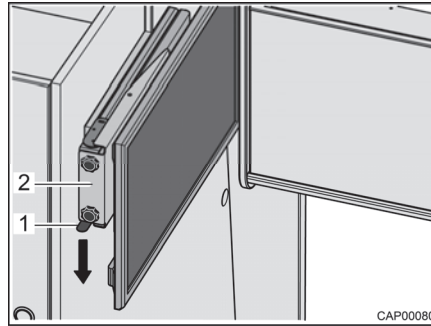

Fig. 38 Dispositivo de extracción con pantalla plana
- Presionar el resorte de cierre (Fig. 38,1) hacia abajo y extraer el dispositivo de extracción (Fig. 38,2) con pantalla plana horizontalmente hacia el centro del vehículo.
- Empujar el dispositivo de extracción (Fig. 38,2) con pantalla plana horizontalmente hasta el tope. El resorte de cierre (Fig. 38,1) engatillará automáticamente.